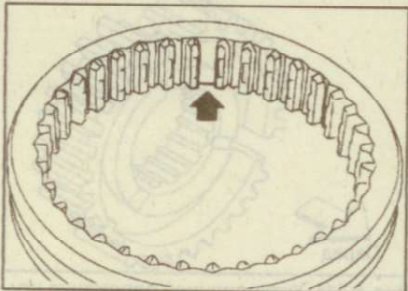

Рис. 9.100. Скользящая муфта синхронизатора 1-й и 2-й передач
5. Установите сухарь фиксатора на скользящую муфту синхронизатора 1-й и 2-й передач (рис. 9.100).